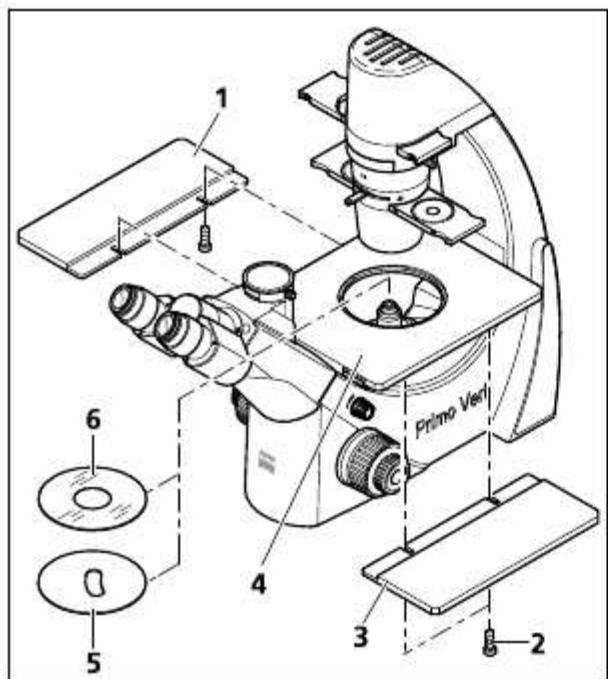

Fig. 7 安装载物台样品支架和载物台扩展台面
- 放入金属支架 (Fig. 7/5) 或玻璃支架(Fig. 7/6)到载物台的至架位置.
- 如果当前载物台的面积不足时,可以使用扩展台面 (Fig. 7/1 和 3),将其安装在载物台(Fig. 7/4)的左右两侧,从下面将其固定在载物台上,固定时发货时所带的使用两个凸头螺丝(Fig. 7/2)固定.